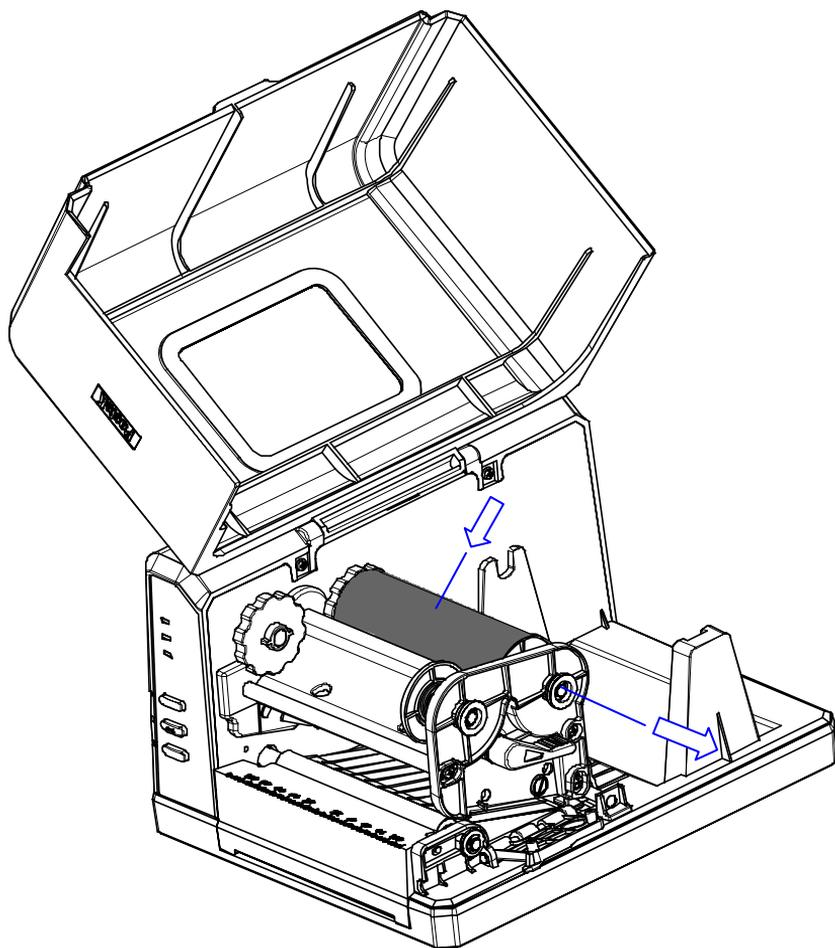

图 5-2
2. 拆开碳带卷和空卷芯，将碳带卷卡入碳带供应端(图 5-2)；